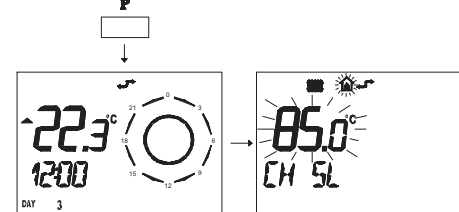

Fig. 5.48
- Pulse durante más de tres segundos el botón  para entrar en la modalidad INFO (Fig. 5.48).